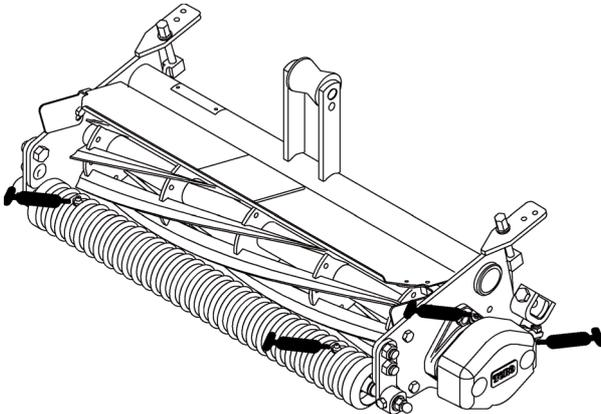

Bild 6
Mengen an den angegebenen Stellen: Spindellager (2) sowie Walze vorne und hinten (je 2) (Bild 6).